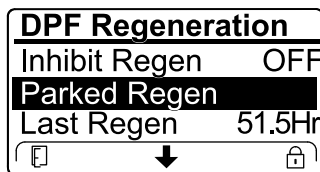

Figura 56
- În cazul în care computerul motorului solicită o regenerare de recuperare sau procesează o regenerare de recuperare i derulai în jos la opțiunea PARKED REGEN (Regenerare în stare de parcare), regenerarea în stare de parcare se blochează i pictograma de blocare (Figura 56) apare în colul dreapta jos al InfoCenter.